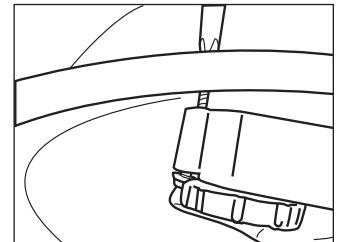

Figure 21
3. Serrez les vis (figure 21).